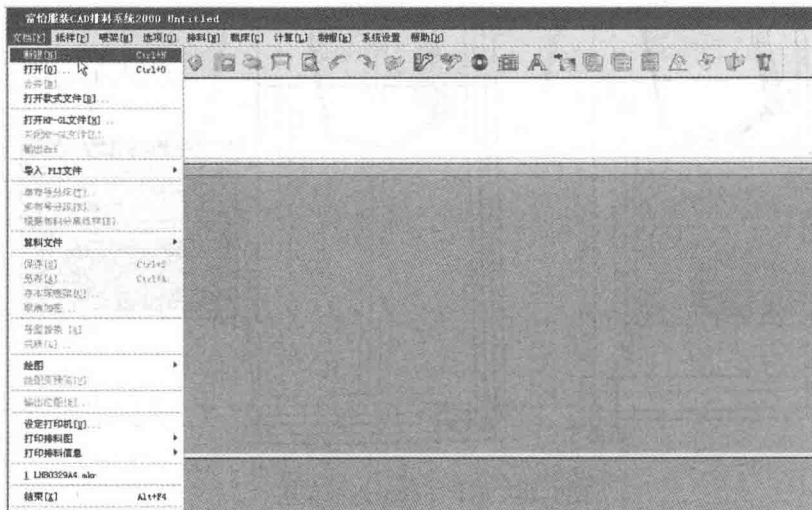
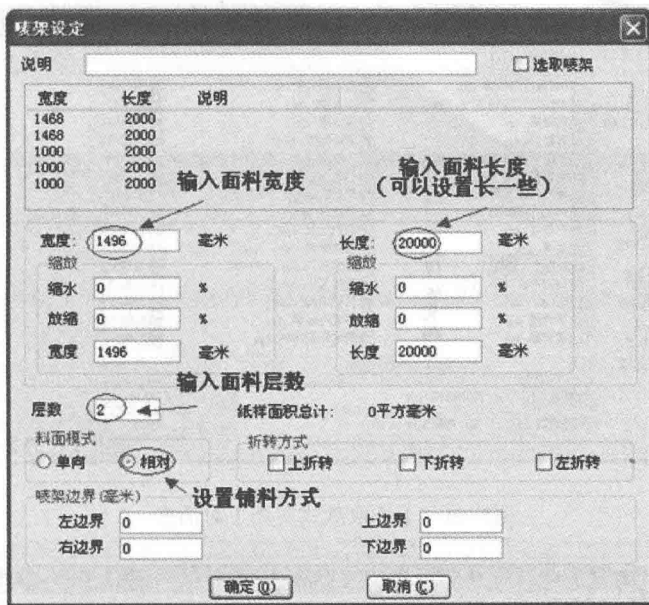

图5-48 文档菜单中的【新建】
图5-49 【唛架设定】对话框
(1) 单击  新建或者单击文档菜单中的【新建】(图 5-48), 弹出【唛架设定】对话框, 设定布封宽(唛架宽度根据实际情况来定)及估计的大约唛架长, 最好略多一些, 唛架边界可以根据实际自行设定(图 5-49)。